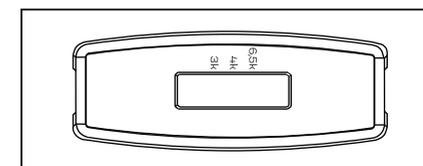

Рис. 2
- Для версии с изменяемой цветовой температурой при необходимости выберите требуемое значение температуры на переключателе (рис.2). Где «3K» – 3000K, «4K» – 4000K, «6,5K» – 6500K. **Внимание!** По умолчанию установлено значение «4K».